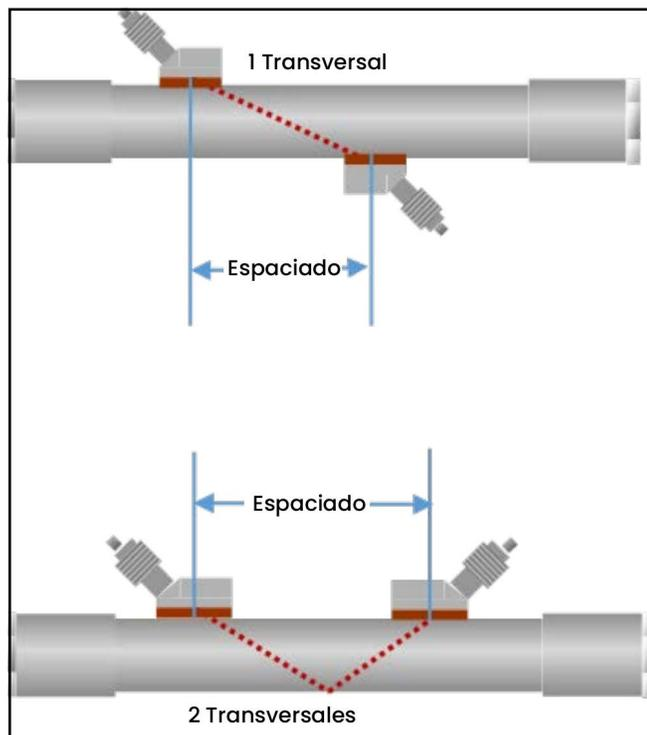

Figura 49: Espaciado
3. El **[Spacing / Espaciado]** muestra el valor calculado por el XMT1000 para la distancia correcta entre los transductores aguas arriba y aguas abajo, basándose en los datos programados de transductor, fluido y tubería. Este es el valor de separación física que debe utilizarse al instalar el accesorio de sujeción del transductor en la tubería (consulte *Figura 49*). Al salir del menú **[Channel x / Canal x]**, el medidor mostrará un mensaje indicando que es necesario ajustar el espaciado físico de los transductores al valor calculado por el XMT1000.